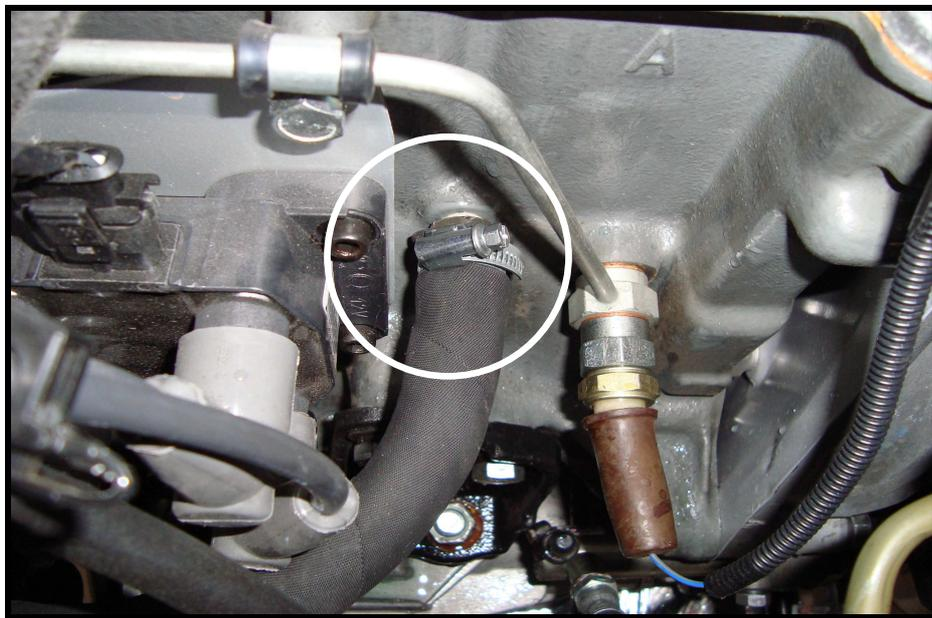

Рис. 2. Монтаж штуцера К1/8" и входного рукава.
3.7. Свободный конец входного рукава одеть на штуцер в блоке и затянуть хомутом. (Рис.2)